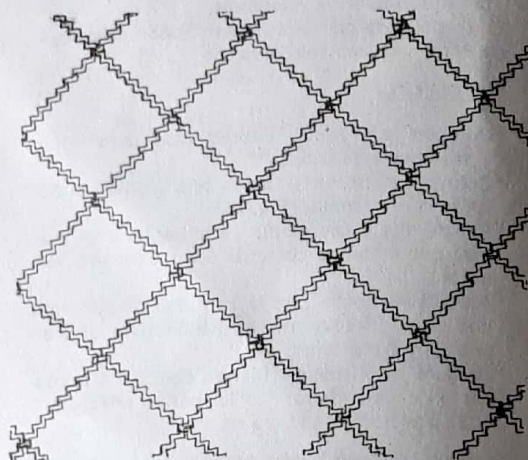

Fig. 26
- 3.— Cosa primero en forma paralela y en un mismo sentido, cruzando las costuras obtenidas con otras en forma perpendicular o diagonal quedando así determinadas diversas figuras geométricas de excelente efecto (Fig. 26)